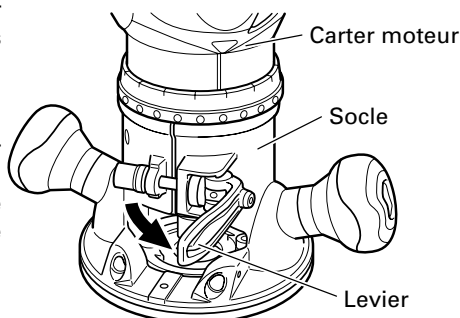
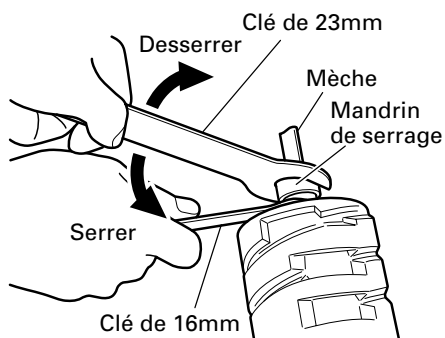

Fig. 2
Fig. 3
- (1) Retirer le carter moteur du socle comme indiqué ci-dessous.
- (a) Ouvrir le levier. (Fig. 2)
- (2) Nettoyer et insérer la queue de la mèche dans le mandrin de serrage jusqu'à ce que la queue touche le fond, puis la ramener en arrière d'environ 1/16" de pouce (2 mm).
- (3) La mèche étant insérée et la clé de 16 mm tenant l'arbre d'armature, utiliser la clé de 23 mm pour serrer fermement le mandrin de serrage dans le sens des aiguilles d'une montre (Vu de dessous la toupie). (Fig. 3)
- (4) Si l'on utilise une mèche à queue de 1/4" de pouce de diamètre, remplacer le mandrin de serrage par celui pour mèche à queue de 1/4" de pouce de diamètre, qui est fourni comme accessoire standard.